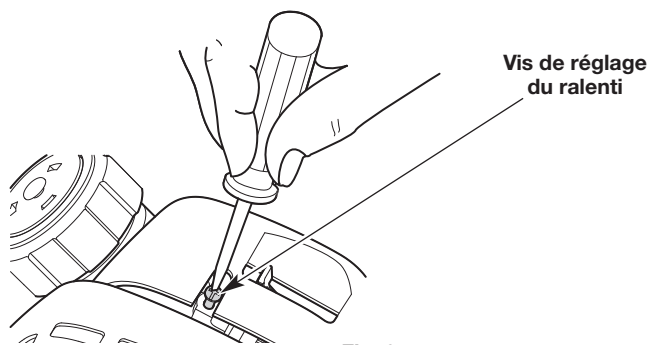

Fig. 24
- Si le moteur s'arrête, insérez un petit tournevis à pointe cruciforme pour tourner la vis du ralenti dans le sens horaire, de 1/8 de tour à la fois (comme nécessaire) jusqu'à ce que le moteur tourne au ralenti (Fig. 24).
- Si le moteur tourne trop rapidement au ralenti, tournez la vis de ralenti dans le sens antihoraire, d'un 1/8 de tour à la fois (si nécessaire) pour réduire la vitesse de ralenti (Fig. 24).